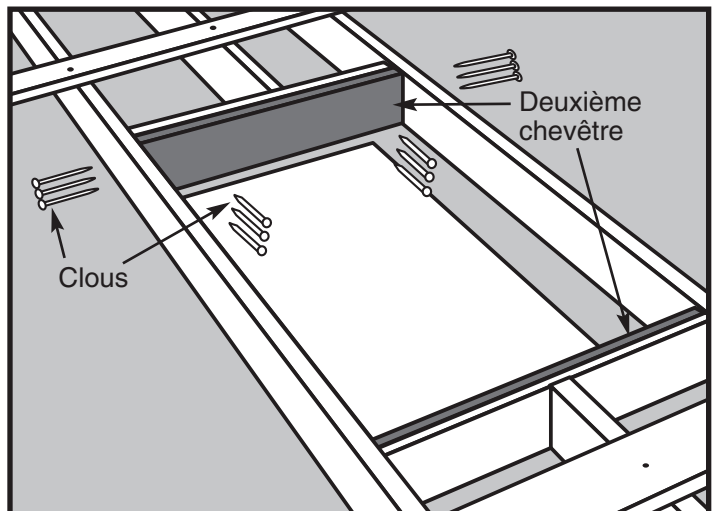

Figure 16
Notez qu'il faut les marquer de nouveau depuis le bord de votre emplacement, à une distance de deux fois l'épaisseur d'une solive (en général 3 pouces ou 7.6 cm). Cela laisse de la place pour deux chevêtres de la taille d'une solive placés contre chaque extrémité de solive coupée (Voir la Figure 16 en page 19).
- ÉTAPE 6.** Placez un deuxième chevêtre contre le premier et clouez-le avec lui en utilisant (3) clous 16d entre chaque solive (Voir la Figure 16).
- ÉTAPE 7.** Plantez (3) clous 16d au travers des solives dans chaque extrémité de la deuxième linteau (Voir la Figure 16).
- ÉTAPE 8.** Plantez (3) clous 16d au travers des solives dans chaque extrémité du deuxième linteau (Voir la Figure 16).